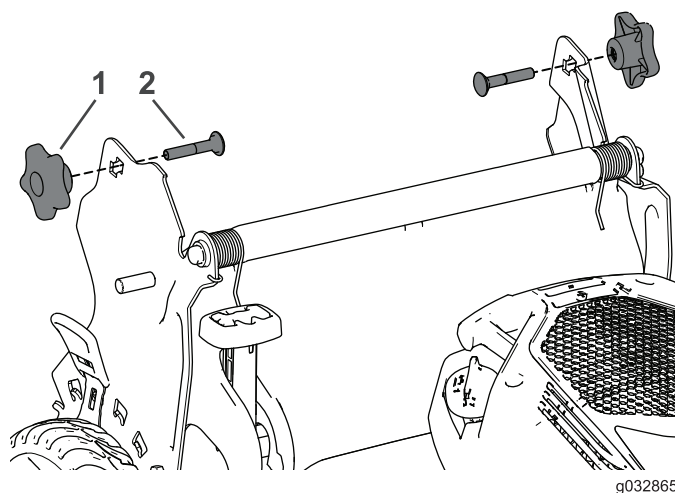

Figure 27
3. Insérez le boulon de carrosserie (la tête du boulon vers l'intérieur) dans le support du guidon et dans le trou supérieur à l'extrémité du guidon. Vérifiez que les bords carrés de chaque boulon de carrosserie s'engagent dans le trou carré supérieur ou inférieur du support de guidon correspondant (Figure 27).